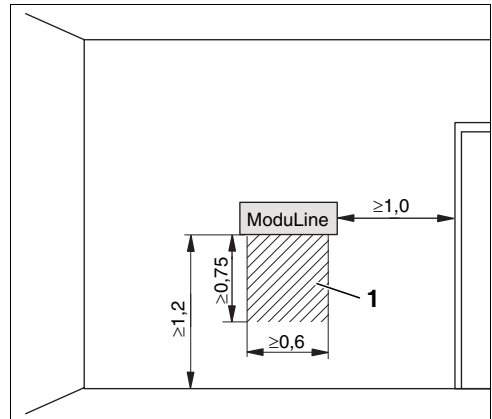

Fig. 1 Montagepositie in de woonkamer (maten in m)
Kies voor de montage van de kamerthermostaat een binnenwand (fig. 1). De vrije ruimte (fig. 1, pos. 1) onder de kamerthermostaat en de afstand tot de deur zijn noodzakelijk om correcte meetresultaten te verkrijgen.